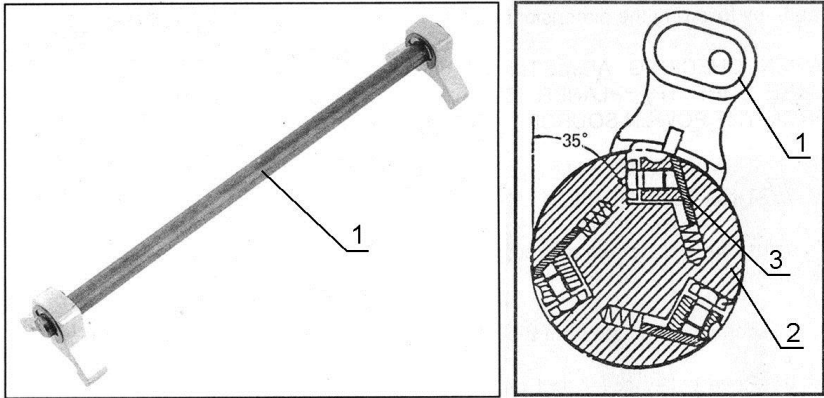

Рис. 3
Для установки или замены ножей необходимо снять крышку над ножевым валом, выкрутив четыре винта. Ослабив болты крепления ножей на ножевом вале (2) (смотри Рис. 3) необходимо выставить ножи (2) на необходимую высоту при помощи специального устройства (1) (входит в комплект поставки). Перед началом работ поставьте крышку ножевого вала на место и убедитесь в надежности фиксации всех крепежных элементов.